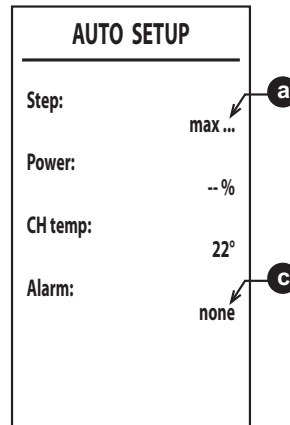

fig. 38
6. Dopo l'accensione, il bruciatore si posiziona alle varie potenze (max, med, min) indicate dal punto **a** (fig. 38).
fine, compare la scritta **max\_err** al punto **a** e un codice di errore al punto **c** (fig. 38).